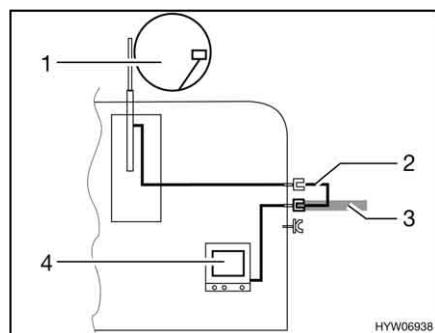

Fig. 95 TV nel veicolo
- TV nel veicolo (Fig. 95,4): Collegamento all'antenna del tetto (Fig. 95,1) con cavo di collegamento (Fig. 95,2)
- TV nel veicolo (Fig. 95,4): Collegamento a antenna esterna (Fig. 95,3)